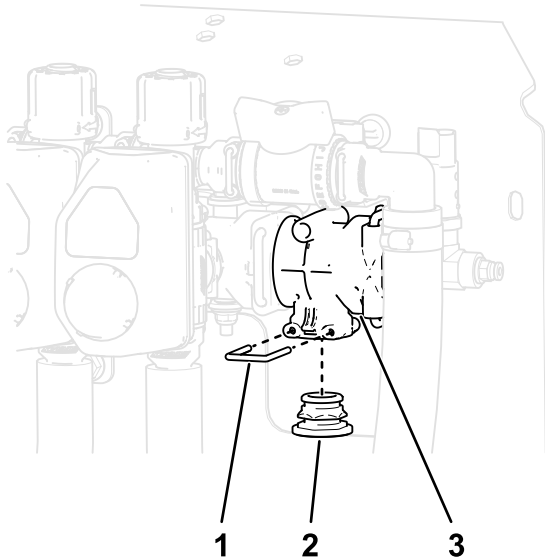

Bild 25
2. Entfernen Sie den Halter, mit dem die Umgehungskappe befestigt ist, und nehmen Sie die Umgehungskappe von der Unterseite des T-Verteilers an der Maschine ab (**Bild 25**).